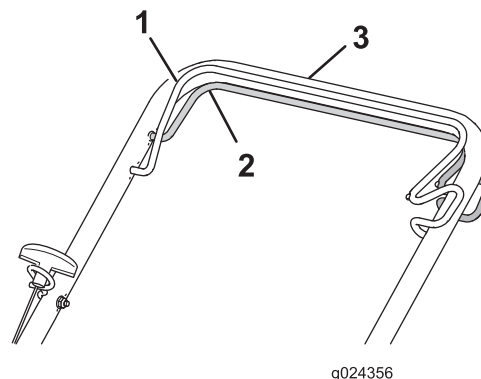

Figure 16
- **Pour engager l'auto-propulsion :** Serrez et maintenez la barre de commande d'auto-propulsion contre le guidon (Figure 16).